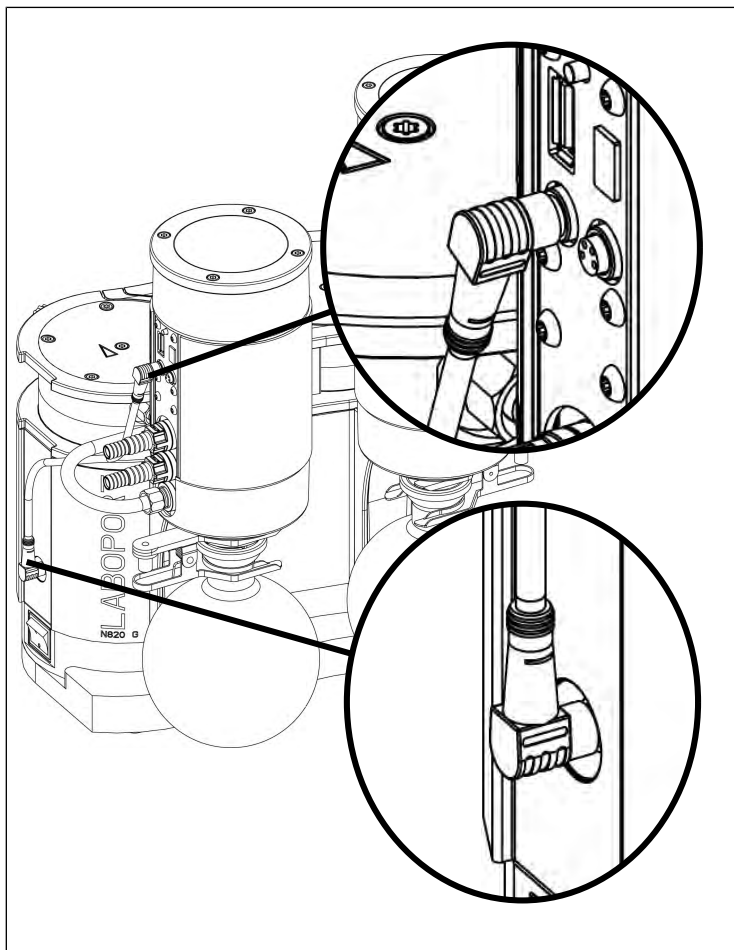

Fig. 7: Collegamento del cavo di segnale
1. Collegare il cavo di segnale alla pompa (vedere Fig. 3/7) e al separatore (Fig. 23/3) (vedere Fig. 7). Durante il collegamento accertarsi che il cavo venga inserito sotto il collegamento tubo flessibile.
- i** Accertarsi che il cavo di segnale sia correttamente allineato sul separatore (angolo 30°; vedere Fig. 7).